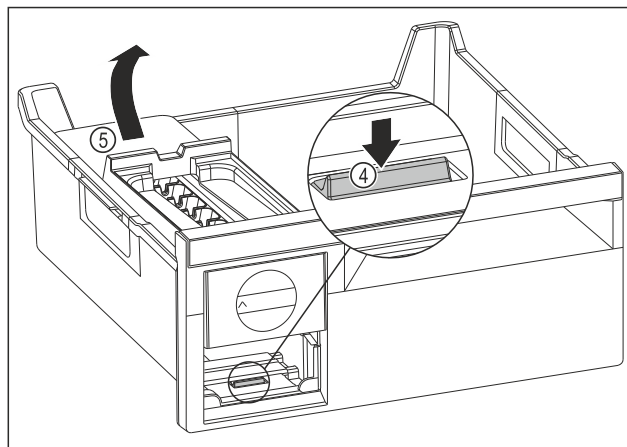

Fig. 91
- Udtagning af EasyTwist-Ice-legemet: Tryk lasken Fig. 91 (4) ned med fingeren, og løft samtidigt EasyTwist-Ice-legemet Fig. 91 (5) med den anden hånd.